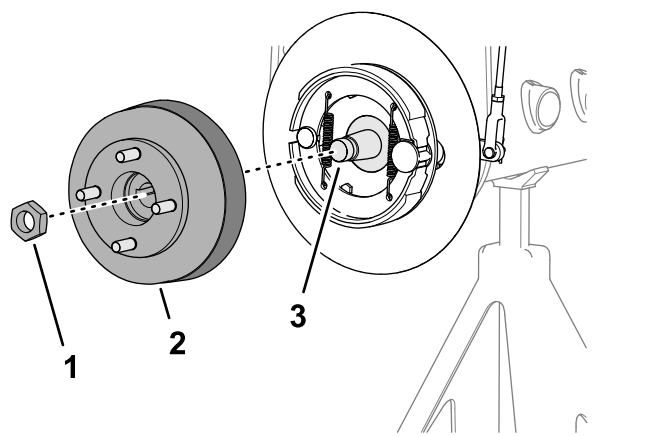
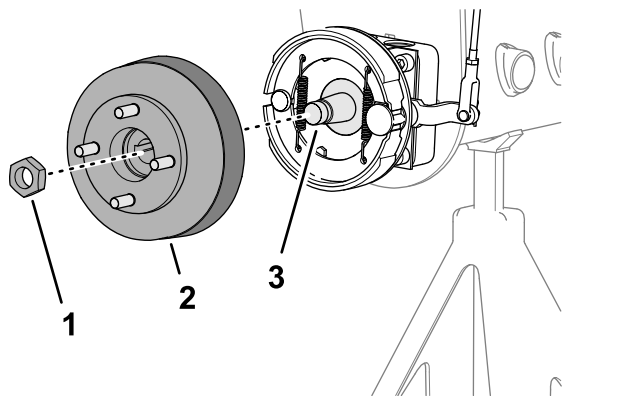

图 65
图 64
1. 卸下将轮毂固定到车轮马达轴上的锁紧螺母图 64 或图 65。
4. 使用指定的轮毂拉拔器从车轮马达轴上卸下轮毂和制动鼓图 64 或图 65。